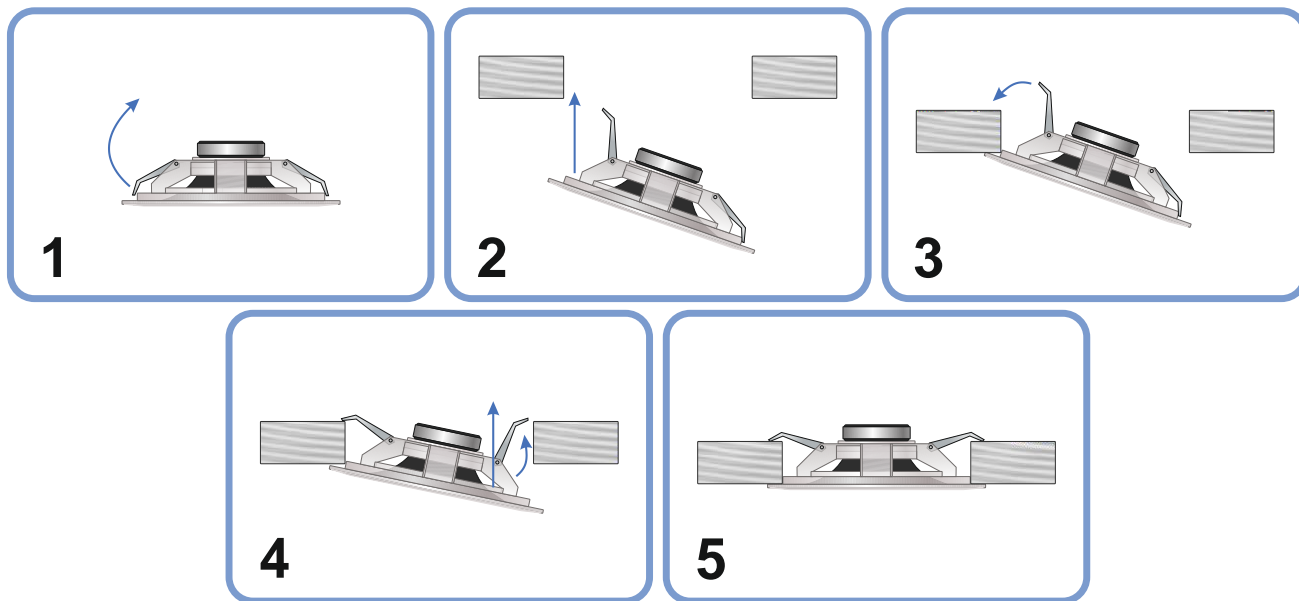

Рисунок 4
4.4 Для установки оповещателя необходимо подключить провода кабеля линии связи к винтовым клеммам оповещателя согласно наклейке подключения на изделии, затем сжать пружинные скобы крепления оповещателя и установить его в заранее подготовленное установочное отверстие диаметром 150 мм (рисунок 4).